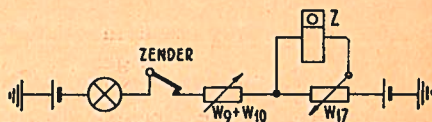

FIG. 3
Op het meetapparaat wordt de centrale *schakelwals* (CS) in de stand M geplaatst, sleutel II, IV en VII in de bovenstand, sleutel VI in de benedenstand, sleutel I, III en V in de middenstand. De spanning wordt geregeld op plus 60 V en min 60 V. Met de variabele weerstanden W9 en W 10 wordt de stroom op 40 mA gebracht. In principe is het volgende circuit ontstaan : zie fig. 3.